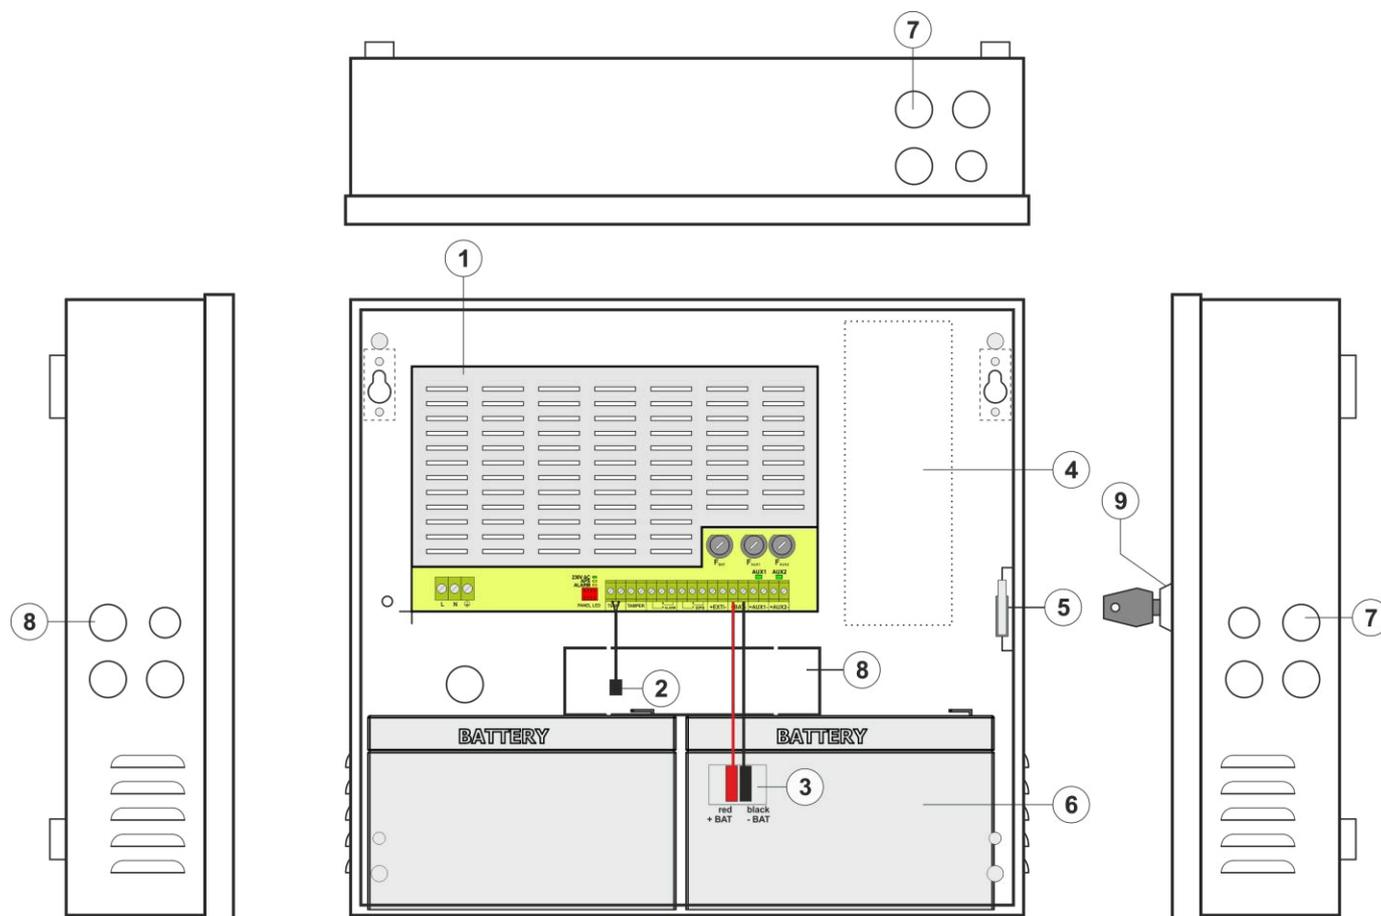

Fig. 3. Vista de la fuente de alimentación basada en EN54C-2A7.
Tabla 2. Elementos de la PSU (Fig. 3).
5. Instale las baterías en una zona designada de la caja (véase la Fig. 3). Conecte las baterías con la fuente de alimentación prestando especial atención a la polaridad correcta. Las baterías deben conectarse en serie utilizando el cable especial (incluido). Fije el sensor de temperatura a cualquiera de las baterías con cinta adhesiva de montaje (incluida). Coloque el sensor de temperatura entre las pilas.